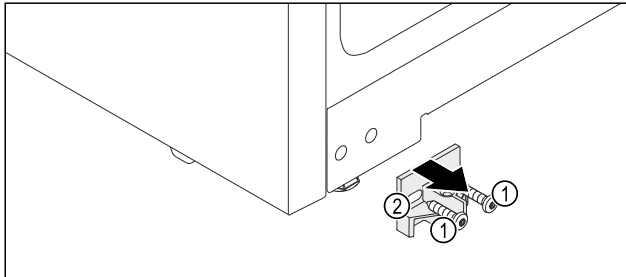

Fig. 12
- Schroeven Fig. 12 (1) losdraaien.
- Bevestigingsdeel Fig. 12 (2) naar voren toe wegnemen.